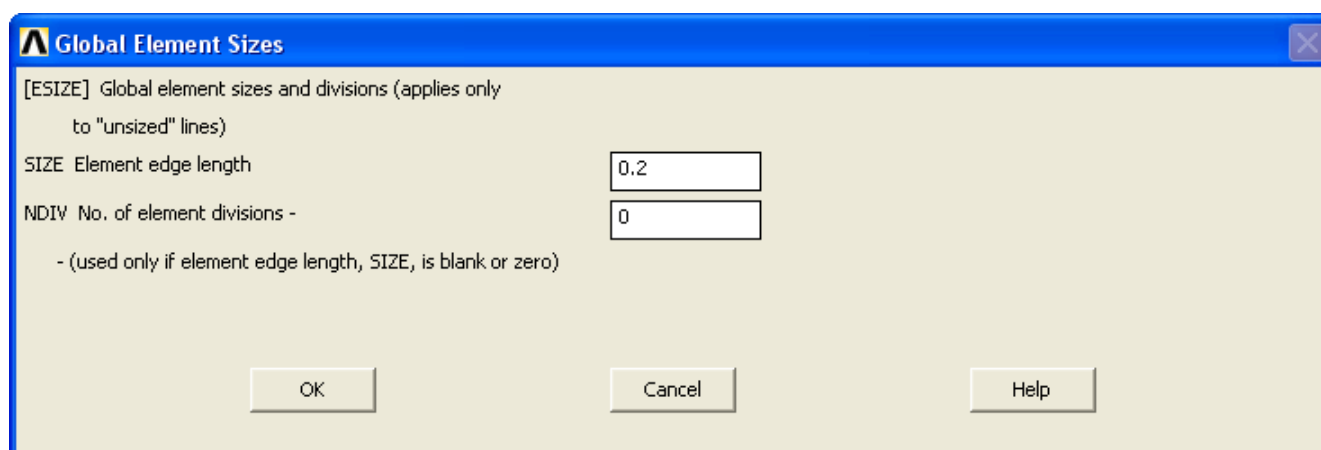

Рис. 9.3. Длина элемента вдоль линии
3) Задать длину величину элемента по линиям: PrPr → Meshing → Size Cntrls → Manual Size → Global → Size, укажите длину элемента 0,2 (рис. 9.3.)